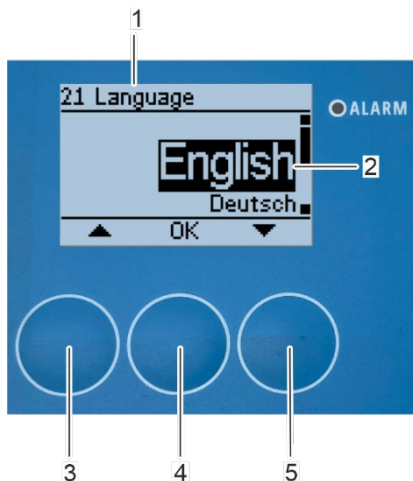

Figura 125: Seleccionar un idioma
⇒ Entonces aparecerá en pantalla el submenú «21 Idioma» (Figura 125/1).
3. Seleccione el Idioma que desee para la interfaz (Figura 125/2) mediante los botones de flecha [arriba] (Figura 125/3) y [abajo] (Figura 125/5).
4. Confirme la selección pulsando [Aceptar] (Figura 125/4).